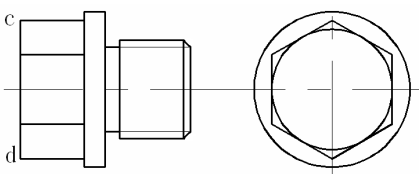
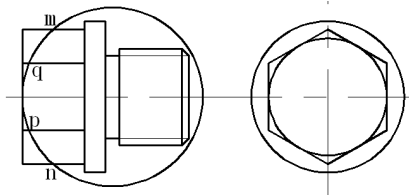
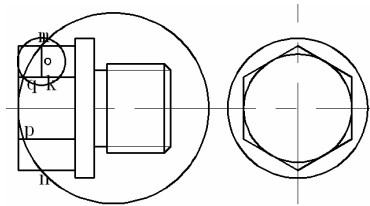
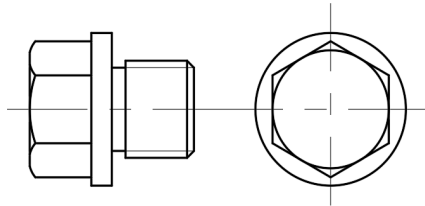

图 3-54 绘制倒角线
图 3-55 绘制圆
图 3-56 绘制圆
图 3-57 镜像结果
⑦ 将当前图层转换为“剖面线”图层, 单击“默认”选项卡“绘图”面板中的“直线”按钮, 绘制倒角线, 效果如图 3-54 所示。
⑧ 单击“默认”选项卡“修改”面板中的“偏移”按钮, 将图 3-54 中直线 cd 向右偏移 15; 然后单击“默认”选项卡“绘图”面板中的“圆”→“圆心、半径”按钮, 以偏移的直线与水平中心线的交点为圆心, 绘制半径为 15 的圆; 最后删除刚偏移的直线, 效果如图 3-55 所示。
⑨ 单击“默认”选项卡“绘图”面板中的“直线”按钮, 以图 3-55 中点 m 为起点, 绘制长度为 4.91 的直线 mk; 然后以 mk 的中点 o 为圆心、oq 为半径绘制圆, 效果如图 3-56 所示。
⑩ 单击“默认”选项卡“修改”面板中的“镜像”按钮, 以水平中心线为镜像线, 对图 3-56 中绘制的圆进行镜像处理; 然后单击“默认”选项卡“修改”面板中的“修剪”按钮, 修剪多余的线条, 效果如图 3-57 所示。